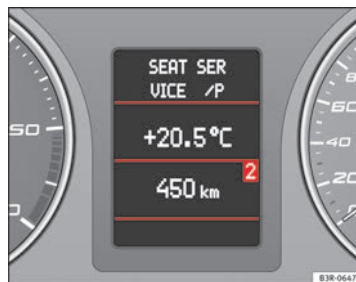

Fig. 66 Sistema de información para el conductor
- Pulsando repetidas veces la tecla **MODE** B se cambia entre los modos y éstos se visualizan en el sistema informativo para el conductor ⇒ fig. 66.